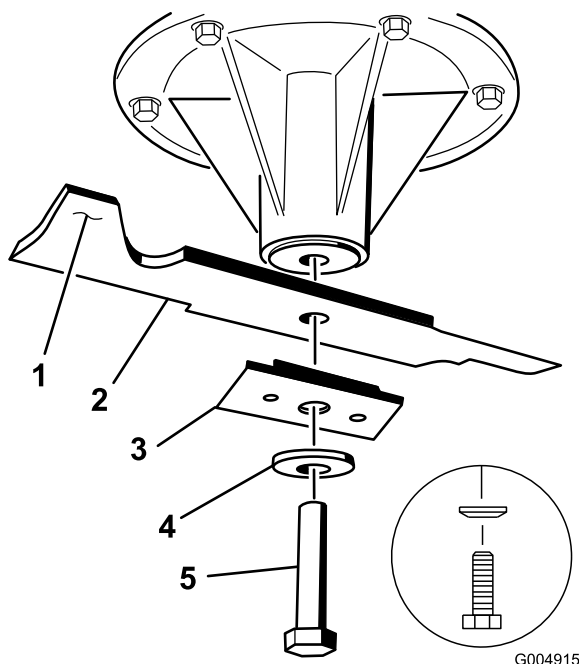

Figure 49
2. Enlevez de l'axe, le boulon, la rondelle bombée, le renfort et la lame (Figure 49).
1. Placez la lame sur l'axe (Figure 49).
- Important:** Pour obtenir une coupe correcte, la partie relevée de la lame doit être tournée vers le haut et dirigée vers l'intérieur du plateau de coupe (Figure 49).
2. Posez la lame, le renfort, la rondelle bombée et le boulon de lame (Figure 49).